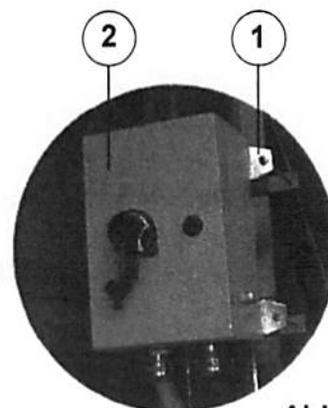

Abb. 2.2.3
Das Schild "ZUGANG VERBOTEN" (3) am unteren Turmelement HD23 (Abb. 2.2.3) anbringen.
Auf den Verlängerungen befinden sich Ringschrauben für den Hub, sie dienen ausschließlich zum Heben immer nur einer Verlängerung (Abb. 2.2.3).